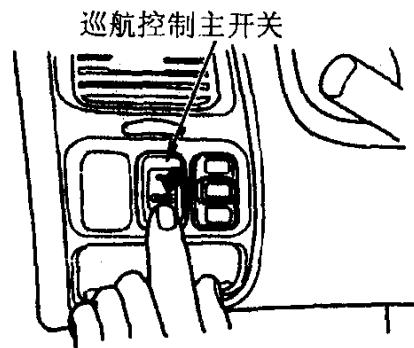
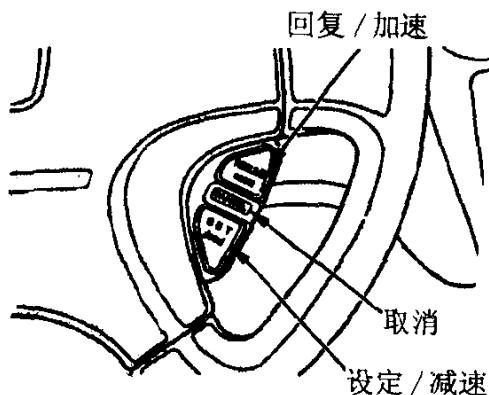

图 1-3 巡航控制主开关
图 1-4 设定/减速按钮
(1) 定速巡航控制装置使用
①按压位于转向立柱旁边的仪表板上的控制主开关（图1-3），开关上的指示灯随之点亮。
②将车速提高到所希望的40km/h以上。
③按压方向盘上的设定/减速（SET/DECEL）按钮（图1-4），位于仪表板上的巡航控制指示灯即点亮，以表明该装置已经起动。上、下坡行驶时，控制装置不能维持设定的速度。下坡车速加快时，才可用制动降低到希望的车速，这时取消巡航控制功能。若要继续利用设定的速度，按回复/加速（RESUME/ACCEL）按钮，仪表板上的控制指示灯随之点亮。在